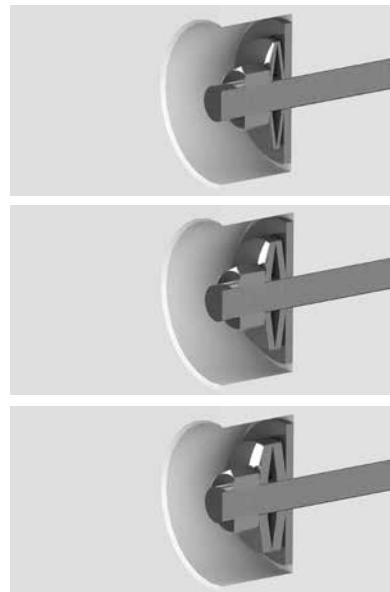

Abbildung 6
9. Bei Kunststoffausführungen (PD-Sxx GG und EA) werden die Unterlegscheiben bei geschlossenen Muttern auf die Montagestifte (6) gesteckt und durch das Flüssigkeitsteil gesteckt. Bei Flüssigkeitsteilen aus Metall (PD-Sxx SG, AG, SA und AA) schrauben Sie die Montagestifte (6) zunächst bündig zur Gehäuseunterseite in das Flüssigkeitsteil ein. Nach der Montage des kompletten Luftteils stecken Sie die Unterlegscheiben auf die Montagestifte (6). Positionieren Sie die Unterlegscheiben gemäß der Beispielzeichnung (Abbildung 6).